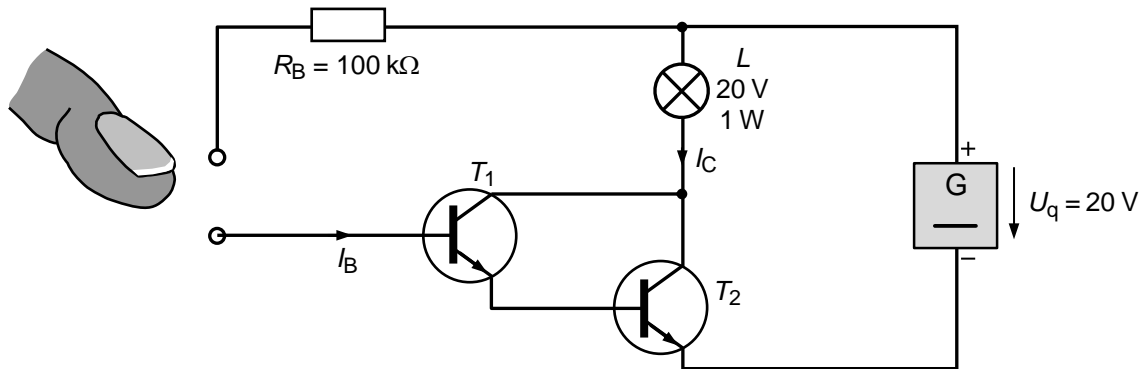

Bild 2-13: Aufzubauender Berührungssensor mit zwei Transistoren in Darlingtonschaltung
d) Betrachten Sie die in Bild 2-13 dargestellte sog. **Darlingtonschaltung eines Transistors**: